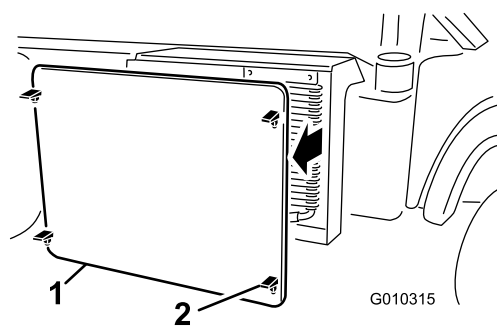

Figura 53
5. Abra los enganches y retire la rejilla del radiador (Figura 53).